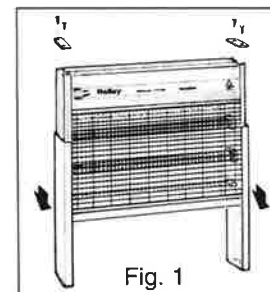

Fig. 2
2. Die schwarzen Schutzgitter (siehe Abb. 2) entgernen und die Lampe auswechseln.